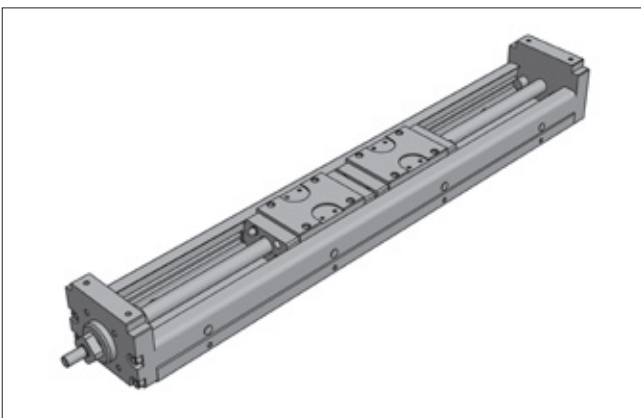

Bild 5.11 ____ AXBG – Profil mit Führungswagen
- U – förmiges Stahlprofile mit innenliegenden Führungswagen als Basismaterial (Bild 5.11)